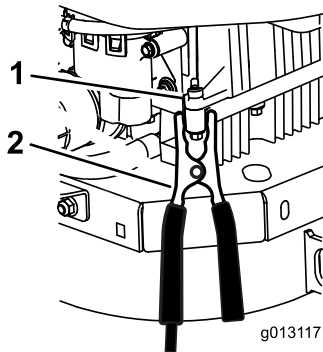

Figure 64
6. Faites la dernière connexion sur le bloc moteur du véhicule en panne (pas à la borne négative de la batterie) loin de la batterie et reculez-vous (Figure 64).